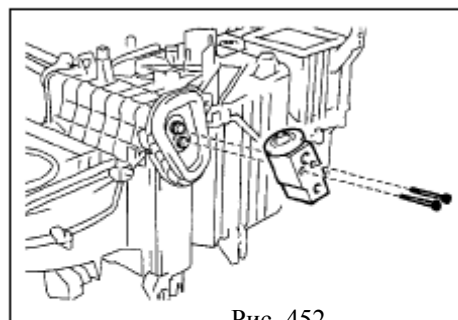

Рис. 452
14. Снимите регулирующий клапан. Воспользуйтесь накидным шестигранным ключом на 5.0 мм для откручивания 2 болтов и снимите регулирующий клапан(рис. 452)